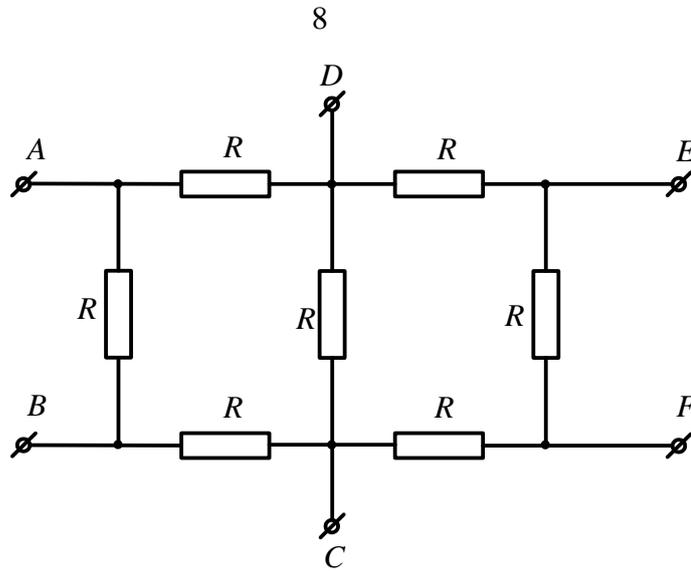

Рисунок 6
**Задача 3.** В схеме (рис.6) значения сопротивлений резисторов одинаковы и равны  $R=10\text{Ом}$ . Определить в общем виде значения сопротивлений между зажимами АВ, АС, АД, СD, АF.